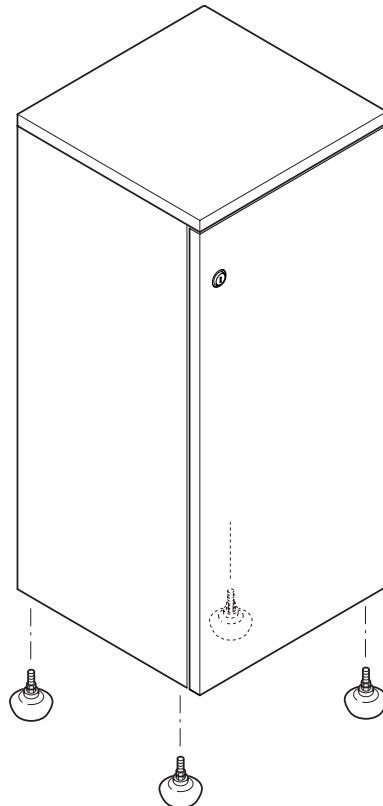

Fig. 04
- закрепить поверхность А с помощью соответствующих винтов (см. рисунок 04).